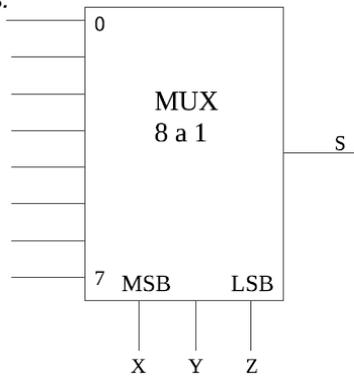

Figura 1
- b) Implementar o sistema utilizando o bloque multiplexor de lóxica positiva xenérico da figura 1, tomando como liñas de selección X, Y, Z e as portas lóxicas necesarias.
- b) *Implementar el sistema utilizando el bloque multiplexor de lógica positiva genérico de la figura 1, tomando como líneas de selección X, Y, Z y las puertas lógicas necesarias.*